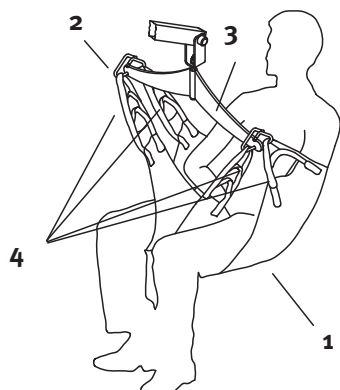

Fig. 4 Utilizzo delle imbracature Art. N 9601 e Art. N 9603
4.3 Utilizzo delle imbracature Art. N 9601 e Art. N 9603 (Fig. 4)
4.4 Utilizzo dell'imbracatura a barella Art. N 9602 (Fig.4 Par. 3.3)